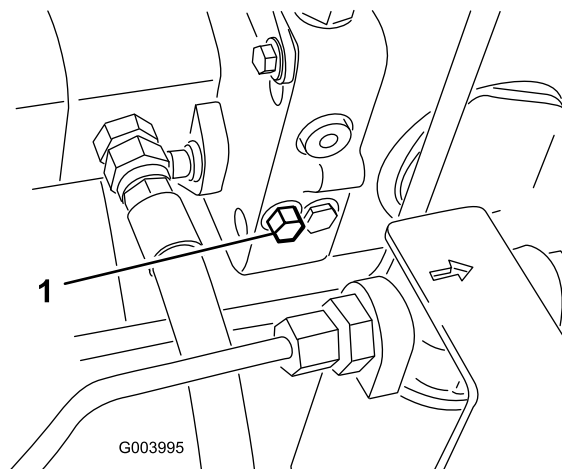

図 41
- バイパスバルブを右または左11.5回転させると内部でバイパスが形成される 図 41。